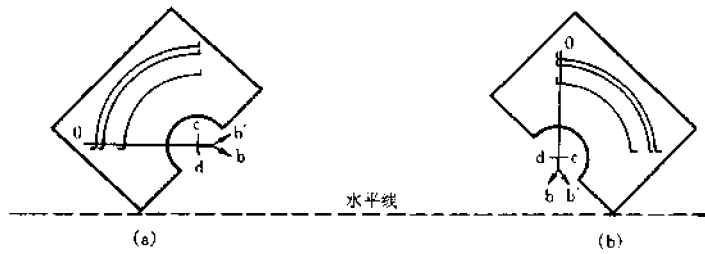

图 7-9 “Y”形配重的调整
(1) 将表头水平放置,调好零位。
(2) 如图 7-9 所示,分别将万用表的零刻度线按垂直于水平线、平行于水平线放置,观察指针在两个不同位置时偏离零位的方向,通常指针变化有四种可能。
① 当零刻度线与水平线平行时,有指针偏高或偏低低于零刻度线两种状态。
平衡调整举例。当零刻度线与水平线平行时,指针偏高,如图 7-9(a)所示,这说明  $(b+b')$  比  $a$  重。当零刻度线垂直于水平线时,指针偏右,如图 7-9(b)所示,这说明  $b'$  比  $b$  重(指针必须处于  $1/2cd$ )。根据上述两种情况分析表明,造成不平衡是由于  $b'$  锤重的缘故。因此,适当减小  $b'$  锤的重量就可予以校正。